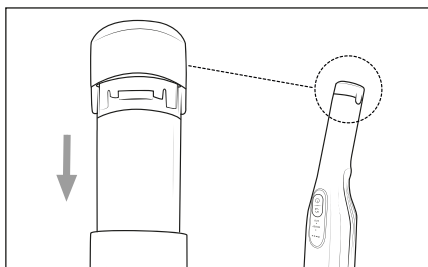

Fig. 3
- 3) Împingeți acumulatorul 1 în aparat până se fixează în aparat (a se vedea fig. 3).